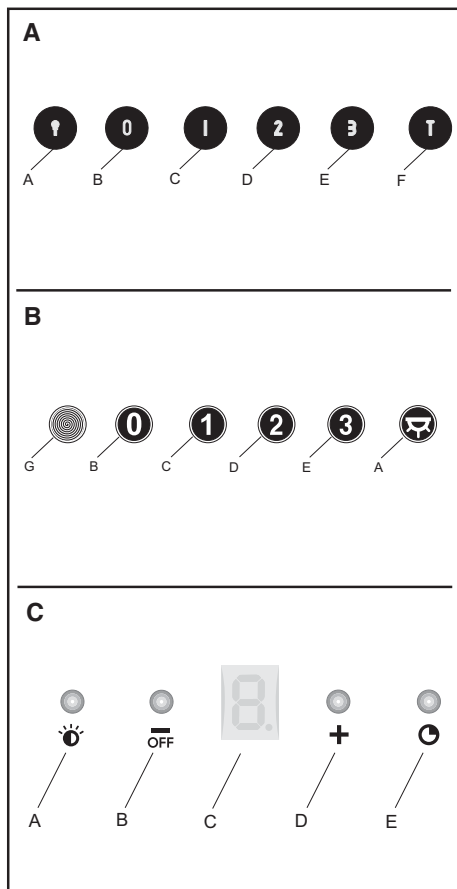

Fig.5
• **Commandes:** 1A) Lumineux 1B) Mécaniques (Fig.5) les symboles sont les suivants: